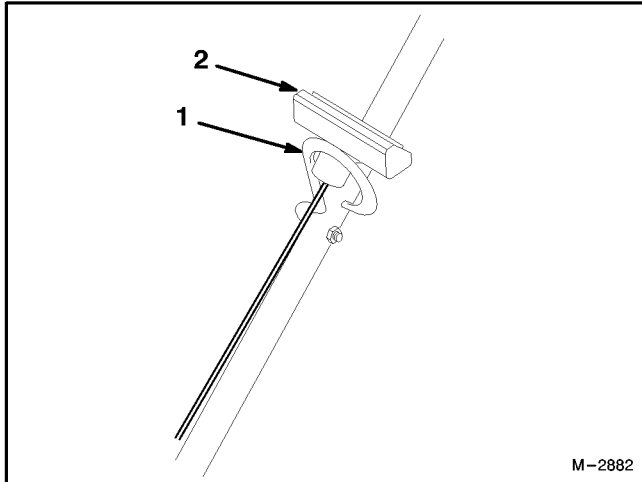

Abbildung 4
1. Starterseil durch die Seilführung am Griffholm einfädeln (Abb. 4). Um das Aufwickeln des Seils zu erleichtern, Betätigungsbügel am Griffgestänge betätigen, um die Messerbalkenbremse zu lösen.